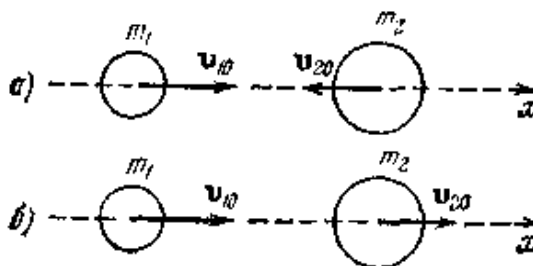

Рис. 1
Рассмотрим абсолютно упругий удар, причем ограничимся случаем центрального удара двух однородных шаров. Удар называется центральным, если шары до удара движутся вдоль прямой, проходящей через их центры. При центральном ударе соударение может произойти, если: 1) шары движутся навстречу друг другу (рис. 1, а) и 2) один из шаров догоняет другой (рис. 1, б).
Для численных расчетов нужно спроектировать соотношения (8) на ось  $x$ , вдоль которой движутся шары (см, рис. 1).
Величина  $h$  может быть определена из измерений отклонений маятника из положения равновесия (рис.1). Длина нитей, на которых подвешен маятник  $l_0$ , считается заданной.